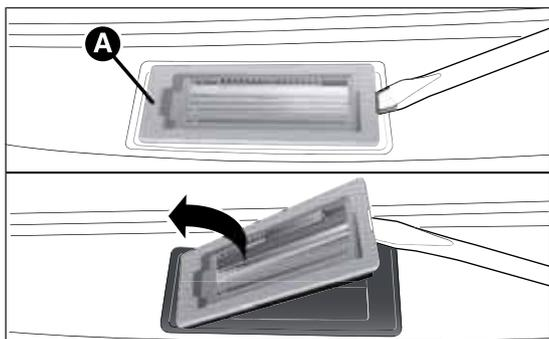

fig. 141
- rimuovere il trasparente A fig. 141;